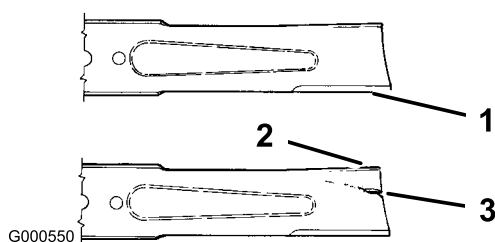

Figure 37
1. Examinez le tranchant des lames (Figure 37). Si elles ne sont pas tranchantes ou si elles présentent des indentations, déposez et affûtez les lames (voir Affûtage des lames).
2. Inspectez les lames, surtout la partie incurvée (Figure 37). Remplacez immédiatement toute lame endommagée, usée ou qui présente une entaille (repère 3 de la Figure 37).